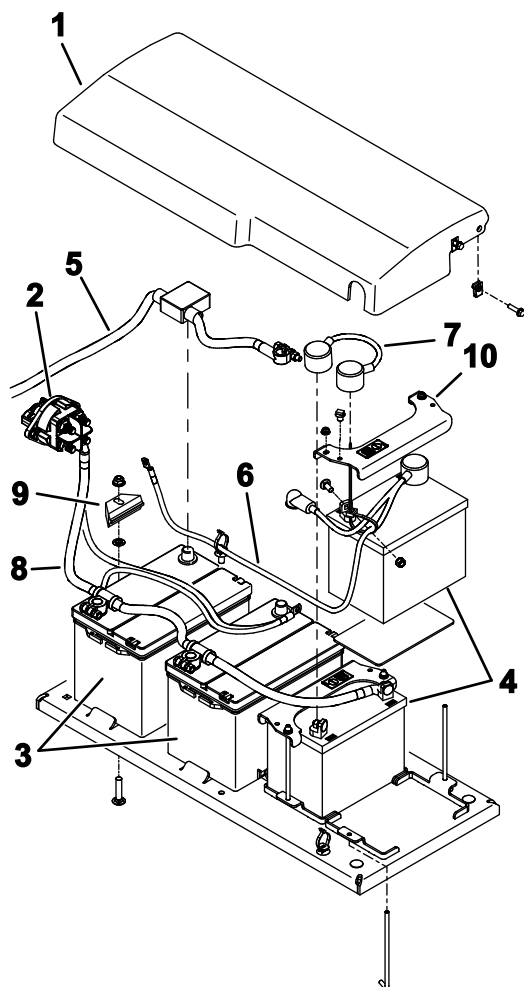

Figura 113
6. Retire as fixações que prendem a cobertura da bateria à máquina e retire a cobertura (Figura 113).
9. Remova cuidadosamente as baterias da máquina (Figura 113).
1. Prenda as baterias com as fixações (Figura 113).